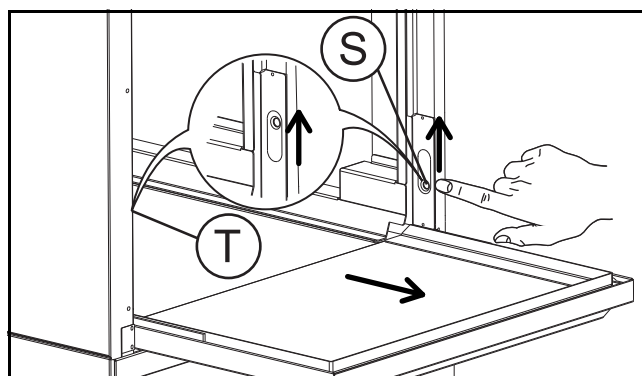

Figura 23 Desenganchar la puerta
- Desenganche la puerta para acceder a la cuba (Figura 23):